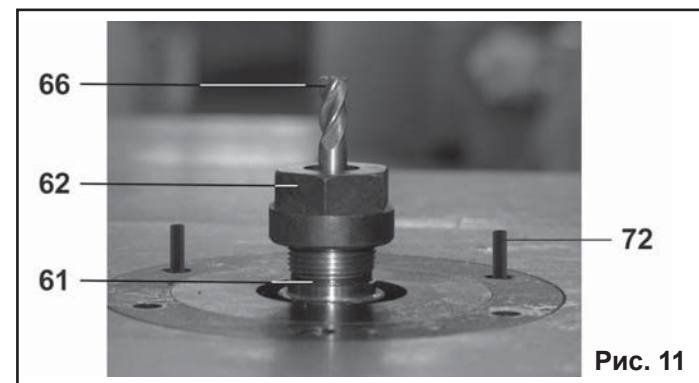

Рис. 11
10.4.2. Для выполнения криволинейного фрезерования используются специальные приспособления – цулаги, упорные кольца и копируемые пальцы. При копировании заготовки по имеющемуся образцу или шаблону во вставку рабочего стола (4) предусмотрена установка двух съёмных копируемых пальцев (72), Рис.11. При этом фреза (66) должна устанавливаться выше копируемых пальцев (72), Рис.11. Заготовку кладут на копир – шаблон, который имеет конфигурацию будущей детали и зажимают. Кромку копира – шаблона обводят по копируемому пальцу (72). Фреза (66) на заготов-